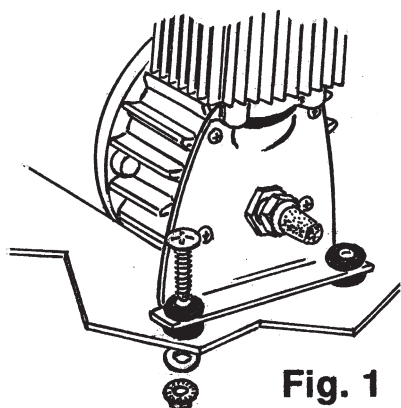

Fig. 1
2. Usando los soportes de montaje del compresor como patrón, marque la ubicación de los agujeros y taladre a 5,16 mm (13/64") de tamaño. Asegure el compresor a la superficie de montaje con los artículos de ferretería proveídos. (Fig.1.)